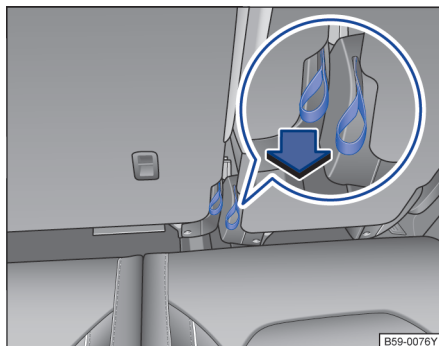

图 108 第二排座椅：第三排座椅紧急登出功能的锁止拉扣。
- 将锁止拉扣→图 108 往后拉并将后座椅靠背向前翻折。整个后座椅往前翻折。